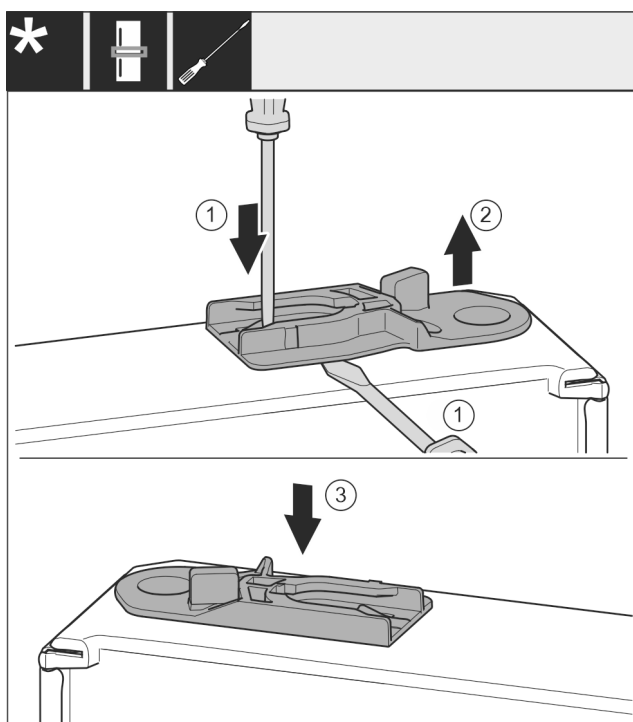

Fig. 26
Estrarre la boccia di guida: Premere la linguetta Fig. 26 (1) con un cacciavite a intaglio e allo stesso tempo spostare in basso la boccia di guida Fig. 26 (2) con il cacciavite a intaglio.
Inserire la boccia di guida Fig. 26 (3) inclusa nella fornitura sull'altro lato dell'alloggiamento.